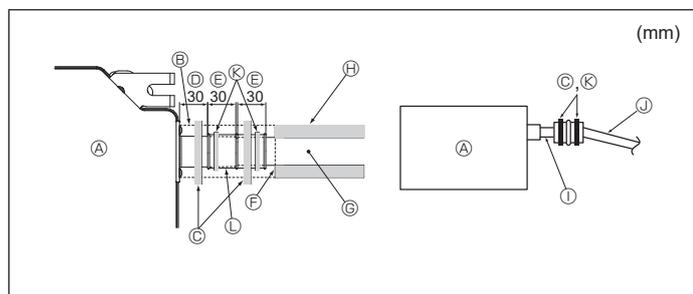

Fig. 4-5
1. Raccordez la prise d'écoulement (fournie avec l'appareil) à l'orifice de drainage. (Fig. 4-5)